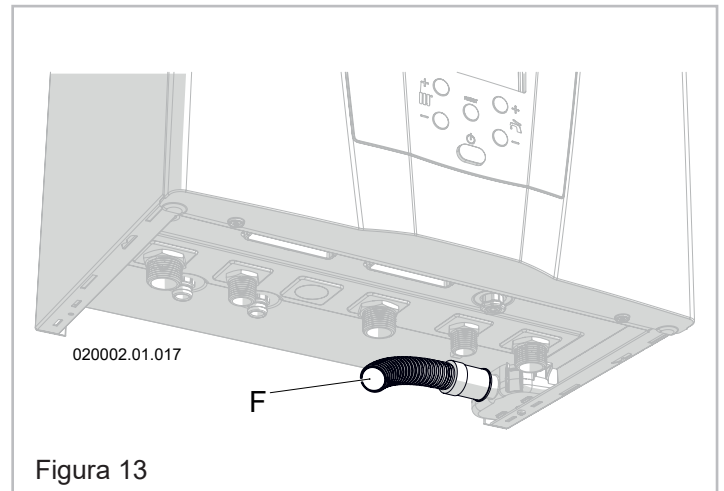
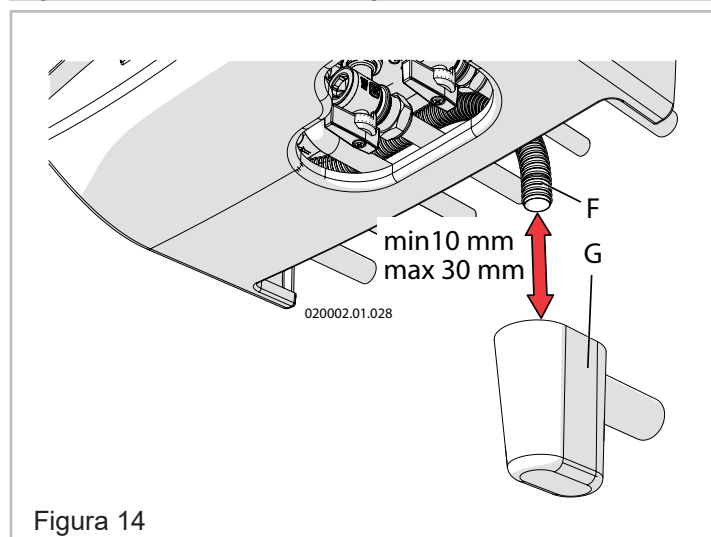

Figura 13
Figura 14
- ⚠ ATTENZIONE!!!** Tale terminazione deve essere convogliata in un ulteriore sifone antiodori (Figura 14 particolare "G") in modo da prevenire il ritorno di cattivi odori in ambiente (il sifone antiodori "G" è fornito su richiesta).
L'apparecchio è protetto contro le sovrappressioni da una valvola di sicurezza tarata a 3 bar (particolare "7" Figura 1). Lo scarico della valvola di sicurezza è convogliato nel tubo "F" (Figura 13) che deve poi essere portato al sifone antiodori (particolare "G" Figura 14). Tale scarico con sifone è atto ad evitare sovrappressioni in caso di apertura della valvola e da modo all'utente di verificarne l'eventuale intervento. Il sifone antiodori "G" (Figura 14) è fornito su richiesta.